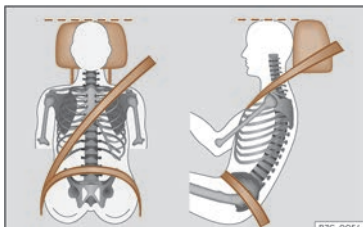

Fig. 18 Banda del cinturó i reposacaps ajustats correctament.
- Ajusteu el reposacaps de manera que la vora superior quedi, en la mesura que sigui possible, a l'alçada de la part superior del cap, i mai per sota dels ulls¹⁾. Mantingueu el clatell al més a prop possible del reposacaps >>> **fig. 18**.
- Ajusteu longitudinalment el seient de manera que pugueu trepitjar a fons els pedals amb els genolls lleugerament flexionats i que quedi una distància entre la zona dels genolls i el tauler d'instruments d'almenys 10 cm (4 polzades) >>> **fig. 18**.